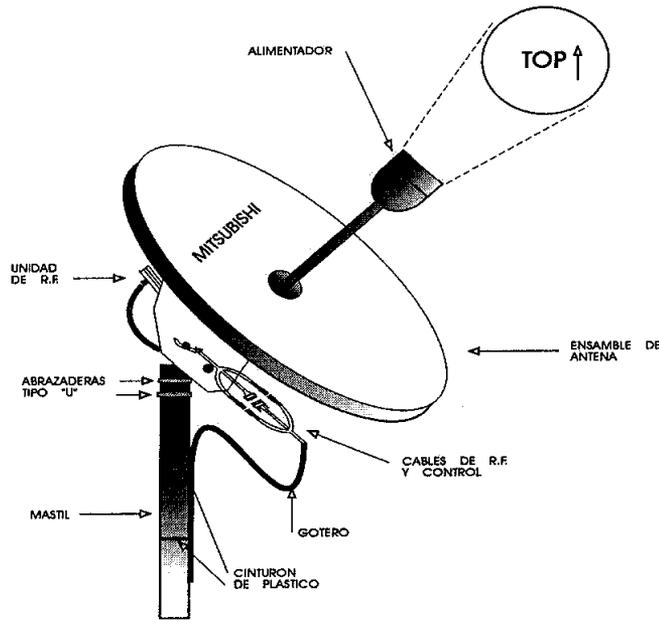

FIG. 8
12. Disponga una bajada en forma de "U" que sirva de caída de agua (gotero). (Ver. Fig. 8)